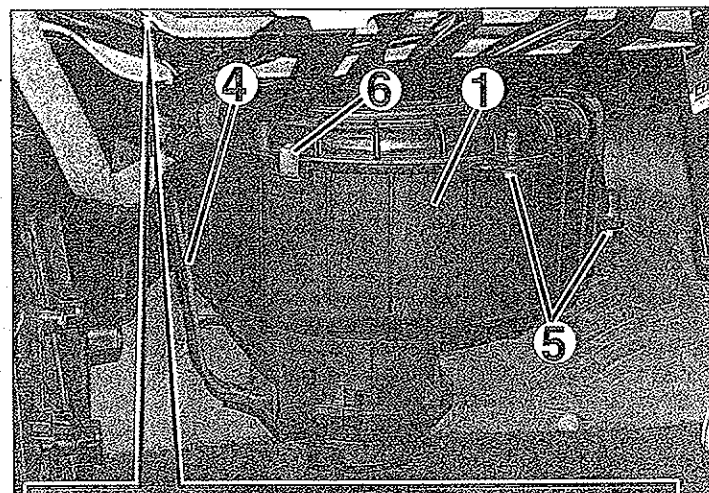

FIG. 10
- Sacar los conectores (3) de alimentación del ventilador (1) de calefacción (fig. 10).
- Separar el cableado (4).
- Desmontar los tornillos (5) y los clips (6) de fijación.